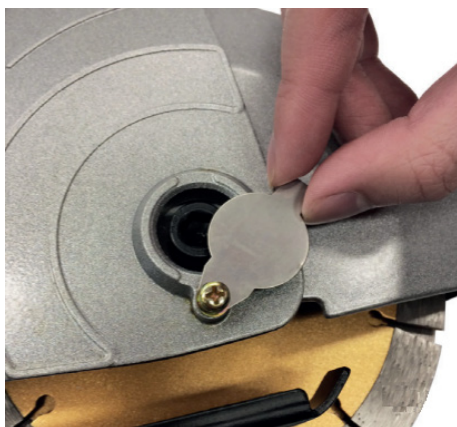

Bild 8
- Skjut klaffen åt sidan, bild 8.